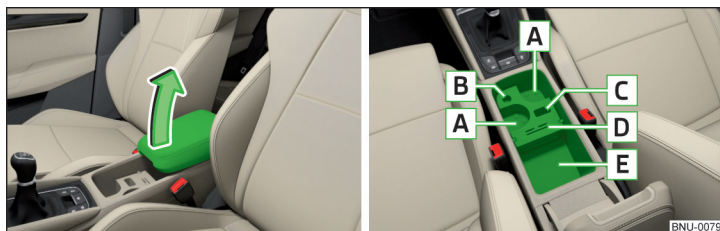

Fig. 106 Deschiderea compartimentului de depozitare/spațiul interior al compartimentului de depozitare
- ▶ Pentru **deschiderea** compartimentului de depozitare, ridicați cotiera până la capăt în sensul săgeții » fig. 106.
Interiorul compartimentului » fig. 106;